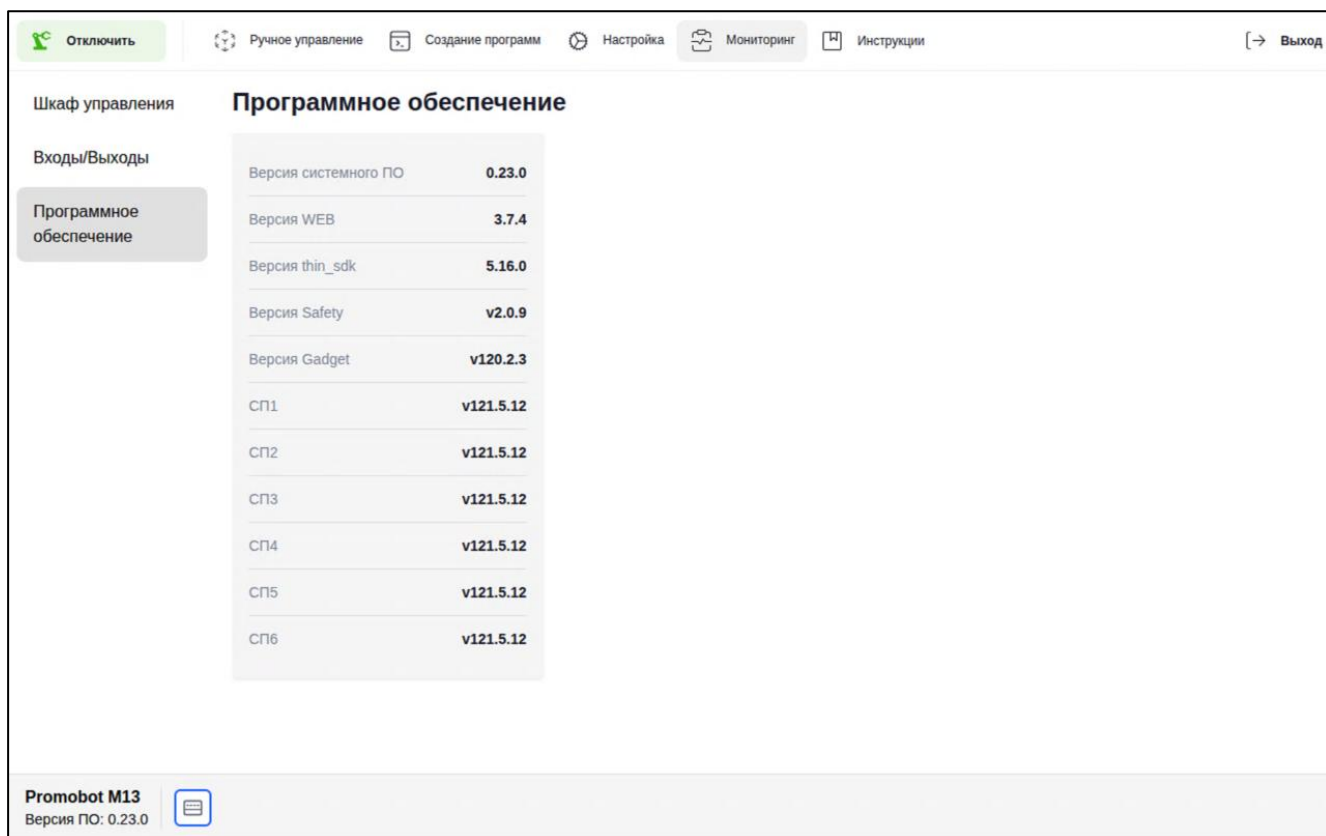

Рисунок II-57 – Раздел «Программное обеспечение»
1. Раздел «Программное обеспечение» (см. Рисунок II-57).